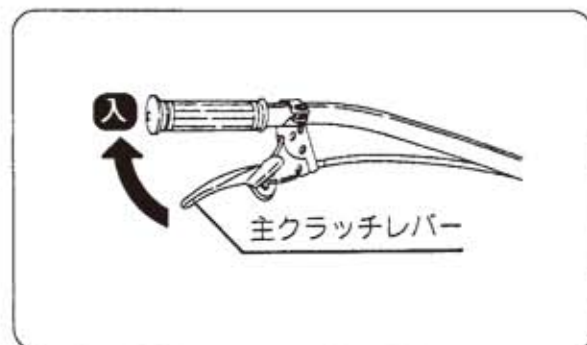

図19
- ② 左手で主クラッチレバーをゆっくり握るとクラッチが入ります。(図19)
- ③ 坂道や凸凹カーブの多い道路では高速運転をしないでください。